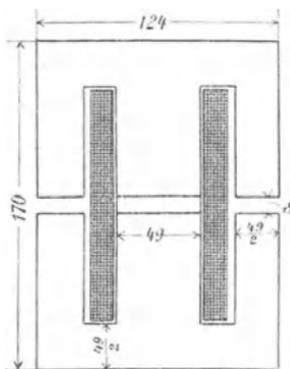

Fig. 112.
270. Die Drosselspule der Aufgabe 257 besteht aus einem aus Blechen zusammengesetzten Eisenkern mit den in Fig. 112 angegebenen Dimensionen. Die Abmessung senkrecht zur Papierenebene beträgt 49 mm. Der Kern ist mit 400 [300] (200) Windungen bedeckt. Gesucht wird: